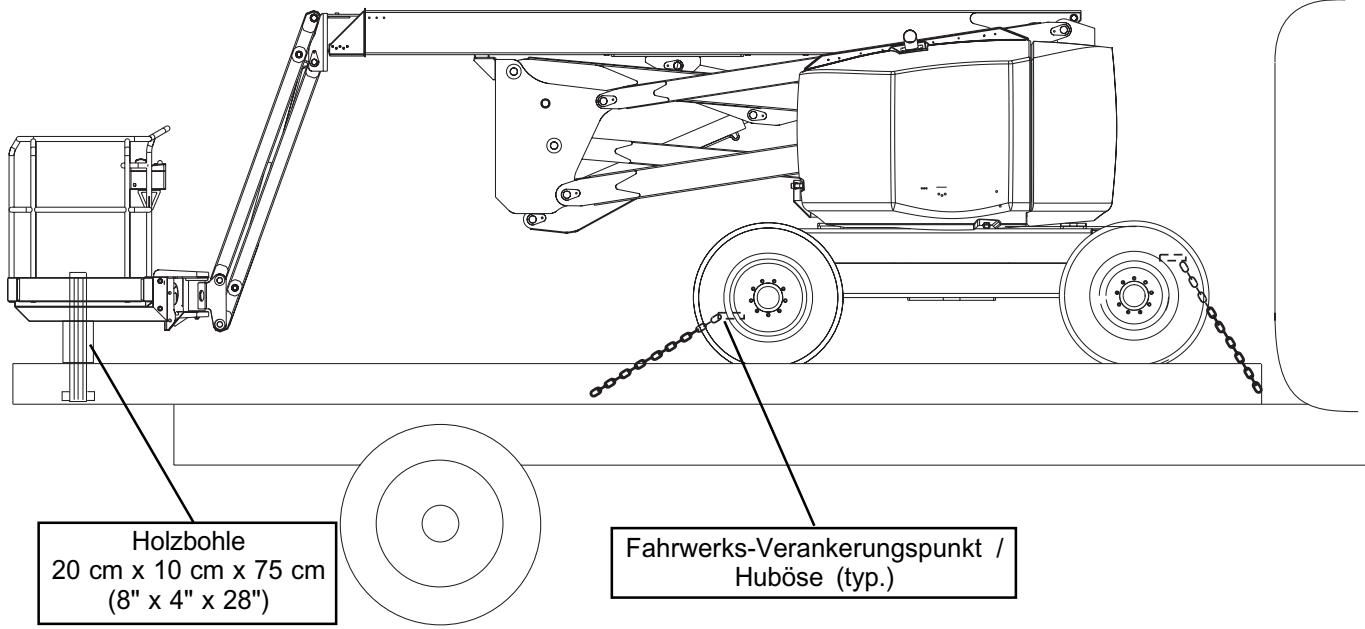

Abbildung 7: Sichern der Maschine für den Transport
6. Maschine mit Ketten bzw. Gurten ausreichender Stärke (siehe Technische Daten auf der Rückseite) am Transportfahrzeug sichern. Ketten bzw. Gurte an den Verankerungssößen des Fahrwerks befestigen (siehe Abbildung 7).
7. Eine Holzbohle (20 cm x 10 cm x 75 cm [8" x 4" x 28"]) wie gezeigt unter die Plattform-Stützstreben legen (siehe Abbildung 7).
8. Sperrgurt unterhalb des Bodenrosts der Arbeitsbühne, jedoch oberhalb der Stützstreben anbringen (Abbildung 7). Fest anziehen, ohne zu überspannen.